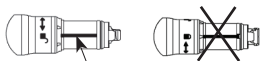

Figura 1
1. Confirme se a barra de indicação na extremidade distal da peça de mão está alinhada com o símbolo de desbloqueio (Figura 1) antes de tentar instalar o dispositivo de fixação. Se não estiver corretamente alinhada, segure na estrutura da peça de mão com firmeza com uma mão e com a outra mão rode a extremidade distal na direção da seta para alinhar a barra de indicação com o símbolo de desbloqueio.